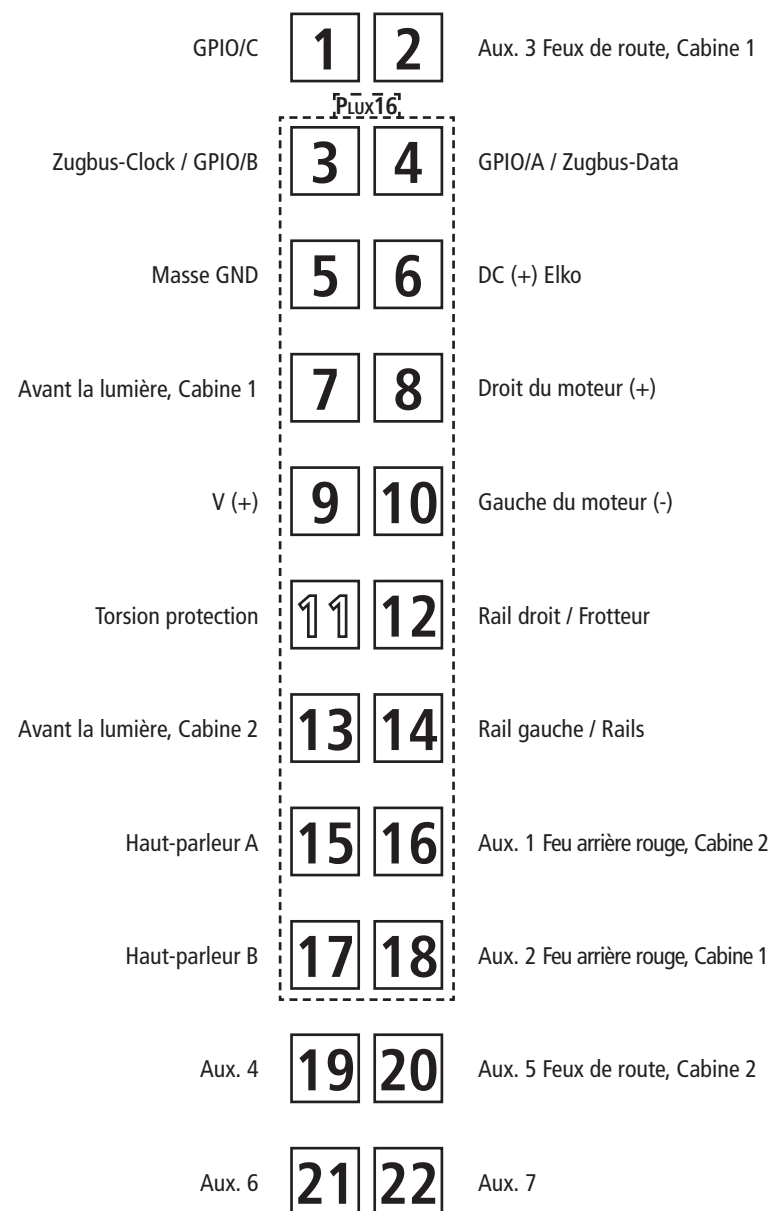
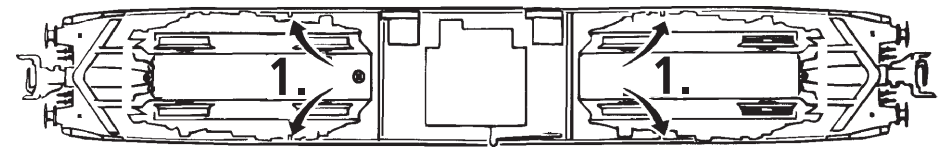

Fig. 7
Fig. 4
3. Haftreifenwechsel: Zuerst den Getriebedeckel abnehmen (Fig. 4). Danach den **Radsatz** herausnehmen und die **Haftreifen** mit einer Nadel od. mit einem feinen Schraubendreher abziehen (Fig. 7). Beim Aufziehen der neuen Haftreifen darauf achten, dass diese sich nicht verdrehen.
3. Change of traction tyre: Remove the gear cover (fig. 4). Take out **wheel set** and remove **traction tyre** using a pin or a fine screwdriver (fig. 7). When pressing on the new traction tyre please **avoid twisting it**.
3. Échange des bandages d'adhérence: Démontez d'abord le **couvercle du carter des engrenages** des engrenages (fig. 4). Déloguez ensuite les essieux bandagées et enlevez, à l'aide d'une aiguille ou d'un tournevis fin, les bandages d'adhérence (fig. 7). Lors du montage des nouveaux bandages veuillez veiller à ce que les bandages **ne soient pas tordu**.